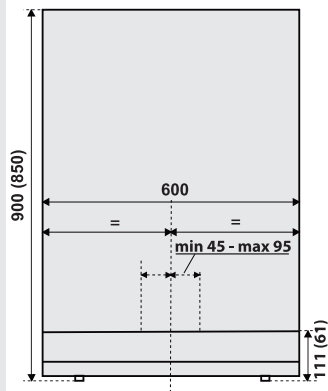

рис. 2
- Тримавши скляні дверцята за нижній край, акуратно підніміть дверцята щоб зняти їх із кріплення. (Рис. 2)
Перед установкою ми рекомендуємо розмістити прилад і вирівняти його відповідно до ваших вимог за допомогою регульованих ніжок (див. розділ Встановлення рівня приладу та додаткова підтримка). Будь ласка, зверніться до рис. 2, що ілюструє розміри вбудованого приладу зі встановленим кутовим кронштейном і повністю втягнутими регульованими ніжками.
- Олівцем позначте середину приладу на стіні через отвір в нижній частині приладу. Потім зробіть ще одну позначку на відстані від 45 до 95 міліметрів правіше від середини (рис. 2).